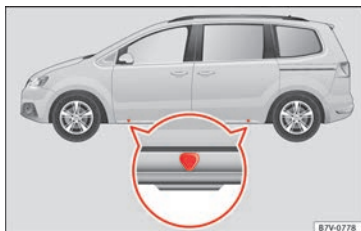
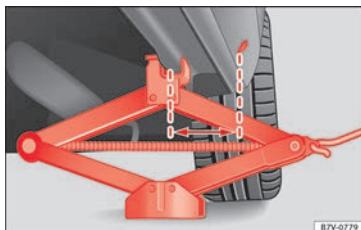

Fig. 70 Points de prise du cric.
Fig. 71 Cric placé sur la partie arrière gauche du véhicule.
Positionnez le cric uniquement aux points de prise indiqués (marques sur la carrosserie) » fig. 70. La marque indique la position des points de prise **en dessous** du véhicule. Les points de prise se trouvent sur les nervures situées **derrière** les arêtes avant » fig. 71.
Utilisez à chaque fois le point de prise correspondant à la roue à changer » fig. 71.
6. Cherchez le point de prise du cric » fig. 70 le plus proche de la roue à changer.
placé exactement sous le point de prise » fig. 71.
9. Centrez le cric et continuez à le lever à l'aide de la manivelle jusqu'à ce que la griffe embrasse la nervure située en dessous du véhicule » fig. 71.
- Placez le cric exclusivement sur les points de prise mentionnés. La griffe du cric doit être bien assurée, et embrasser la nervure de renfort du bas de caisse » fig. 71.